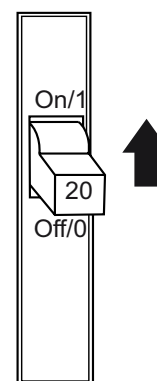

Figure 75. Disjoncteur GFCI
2. Placez un **disjoncteur GFCI** (Figure 75) en position **ON**.